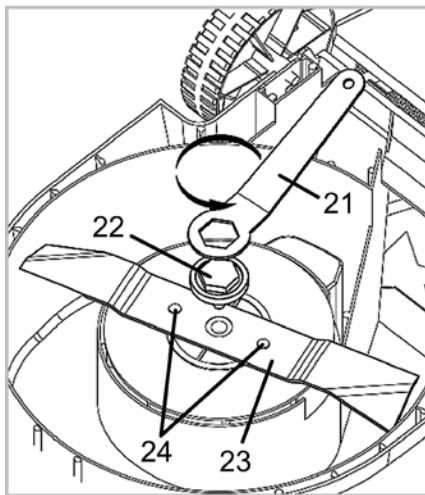

Рисунок 11
3.6.2 **Заміна різального ножа** (дивіться рисунок 11):
- відкрутіть гвинт (22, рисунок 11), який утримує різальний ніж (23, рисунок 11), ключем з комплекту постачання (21, рисунок 11) і зніміть різальний ніж.
- під'єднайте різальний ніж до приводу різального ножа, переконайтеся, що посадкові штифти приводу різального ножа (24, рисунок 11) потрапили в посадкові отвори різального ножа;
- встановіть і закрутіть гвинт (22, рисунок 11) в отвір різального ножа та отвір його приводу;